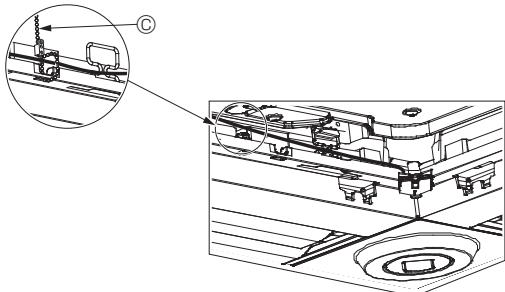

Fig. 5-13
- Sujete los cables del sensor i-See y del receptor de señales en el panel con el remache de la forma mostrada en el diagrama procurando que queden tensos, y luego corte el sobrante en el extremo del remache. (Fig. 5-13)
- Si la posición del sensor i-See ha cambiado de “○” (E) a “□” (F), cambie los ajustes de los interruptores. (Consulte la página 9).